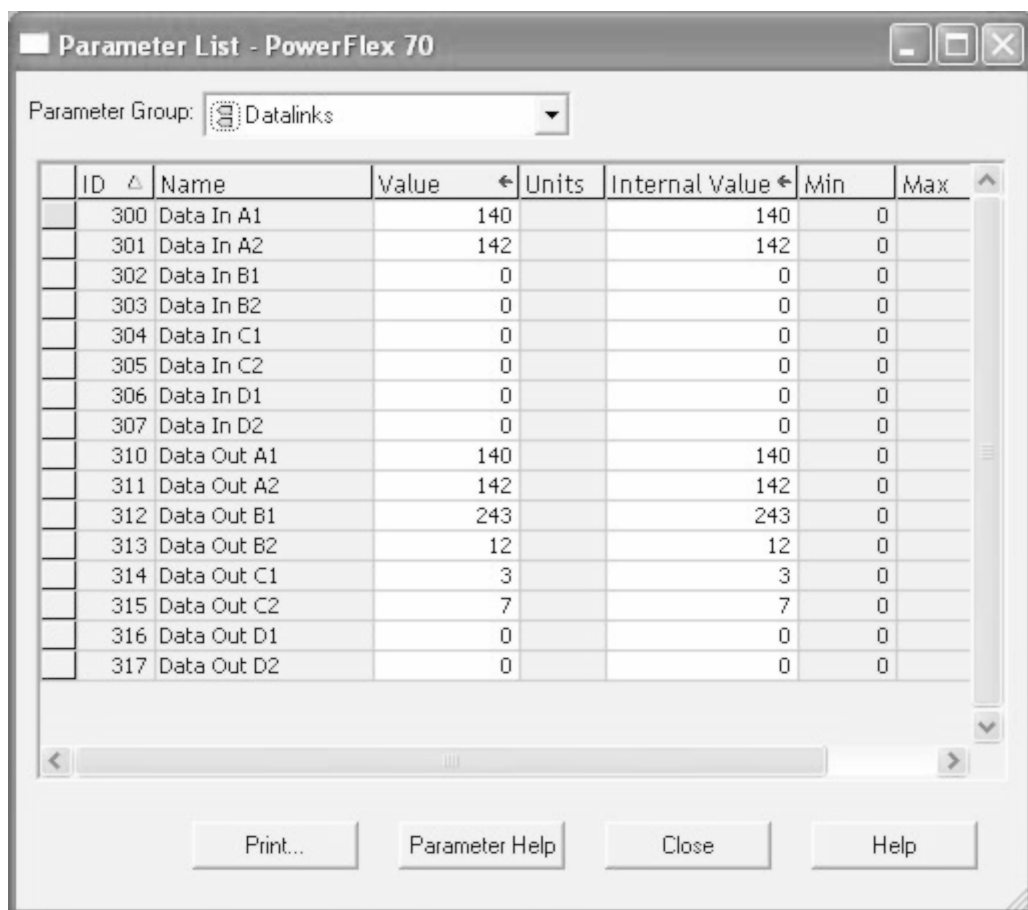

图 25-27 数据链路参数
25. 验证自动设置的数据链路参数值。查看参数 300、301、310、311、312、313、314 和 315 的值，如图 25-27 所示。如上文所述，在 PowerFlex 70 “模块定义”（Module Definition）窗口中组态 I/O 连接时已对这些参数进行了自动设置。